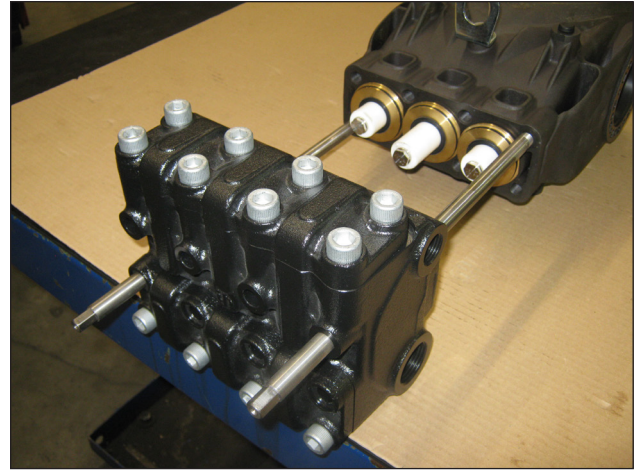

Fig. 40
- B) Versões SS e SN: Lubrifique os componentes ②③⑤ com graxa de silicone tipo OCILIS cód. 12001600; esta operação é considerada necessária para facilitar o assentamento da borda dos vedantes no pistão.
- C) Versões SS e SW: Lubrifique os componentes ② e ④ com graxa de silicone do tipo OCILIS, cód. 12001600 só no diâmetro externo.
1. Usando dois parafusos - pino de serviço (código 27508200) fixado ao cárter como indicado em (Fig. 40), posicione o cabeçote completo, certificando-se de que ele esteja centrado somente no pistão central.